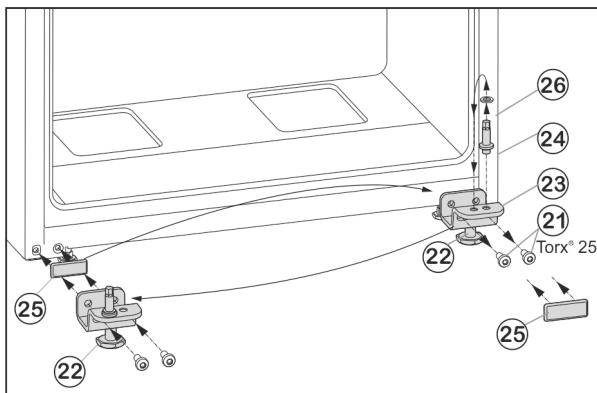

Fig. 7
- Vyskrutkujte upevňovacie skrutky Fig. 7(21).
- Kompletnejšiu ložiskovú konzolu dole Fig. 7 (23) odoberte spolu s ložiskovým čapom Fig. 7 (24), podložkou Fig. 7 (26) a nastaviteľnou nohou Fig. 7 (22).
- Ložiskový čap Fig. 7 (24) kompletne spolu s podložkou Fig. 7 (26) vyskrutkujte, premiestnite ho do protiľahlého otvoru uloženia ložiskovej konzoly a znova ho pevne priskrutkujte.
- Opatrne odnímte kryt Fig. 7 (25) a premiestnite ho na opačnú stranu.
- Ložiskovú konzolu dole Fig. 7 (23) kompletne spolu s ložiskovým čapom Fig. 7 (24), podložkou Fig. 7 (26) a nastaviteľnou nohou Fig. 7 (22) znova naskrutkujte na novú stranu závesu, príp. ju znova pomocou akumulátorového skrutkovávača **pevne utiahnite (4 Nm)**.
- Spodné dvere nasadte zhora na ložiskový čap Fig. 7(24).
- Ložiskovú konzolu v strede (13) otočenú o 180° nasadte do spodných dverí a pomocou upevňovacích skrutiek (11) (2x Torx® 25) ju znova pevne naskrutkujte na novú stranu závesu (**4 Nm**).
- Opäť nasadte plastovú podložku (10).
- Vytočte nastaviteľnú nohu Fig. 7 (22) na ložiskovej konzole dole Fig. 7 (23), pokiaľ nedosadá na podlahu.